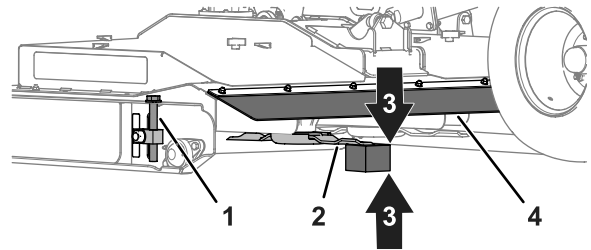

Bild 80
1. Arbeiten Sie an der Rückseite des Mähwerks, heben Sie hierzu die hintere Klappe an und setzen Sie den 51 mm Holzblock zwischen dem hinteren Ende des mittleren Mähmessers und dem Boden ein (**Bild 80**).